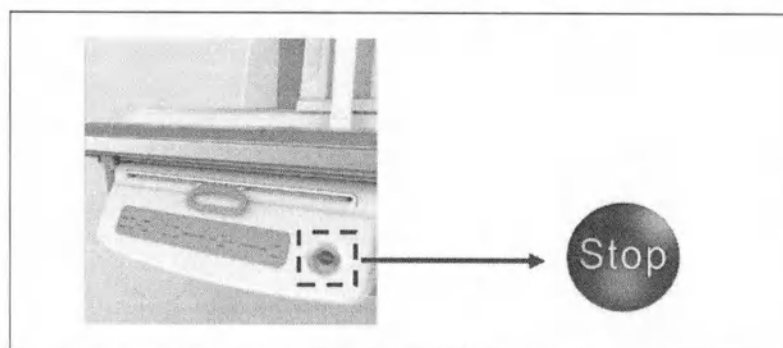

Рисунок 2.16.38 – Аварийная кнопка на передней стороне корпуса детектора
- одна расположена на передней стороне корпуса детектора (рисунок 2.16.38);